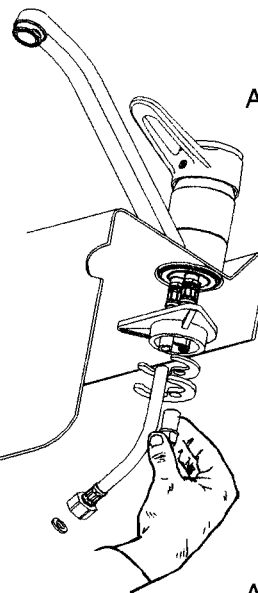

Abb.1
- ◆ Gewindestange (17) anschrauben.
- ◆ Flex.Schläuche (16) auf den Körper anschrauben.
- ◆ Stabilisationsteil (15), geformte Dichtung (14-b) und Klemmbrücke (14-c) auf die Gewindestange stecken.
- ◆ Mit Mutter (18) fest anziehen (Abb.1).